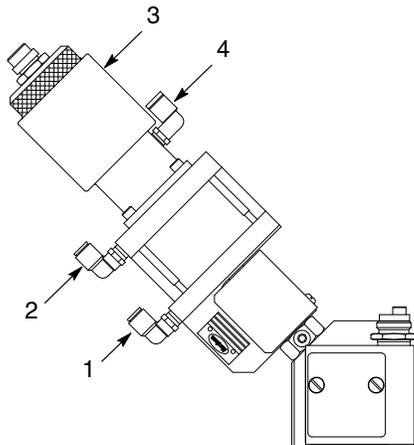

Abb. 7 Typischer Betrieb des Auftragskopfs CE20
1. Siehe Abb. 7. Zum Auslösen des Materialauftrags den Öffnungsluftanschluss (1) des Auftragskopfs aktivieren.
3. Für luftunterstütztes Schließen den Schließluftanschluss (2) des Auftragskopfs aktivieren.
4. Bei Auftragsköpfen mit der optionalen Federschließbaugruppe (3) mindestens 4.8 bar (70 psi) am Lufteingangsanschluss (4) anlegen, um die Federschließbaugruppe zu deaktivieren.